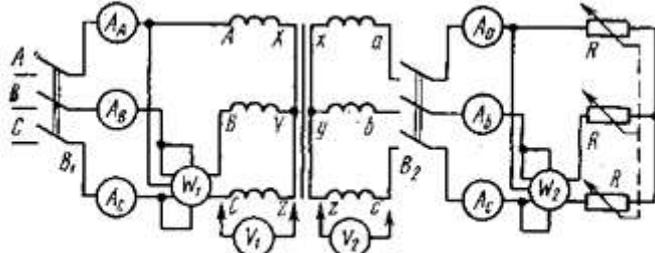

Рис. 45. Схема испытаний трехфазного трансформатора
2. Соединить фазные обмотки трансформатора по схеме Y / Y, собрать схему по рис. 45 и дать проверить ее преподавателю.
6. Собрать схему по рис. 45, включить автомат  $B_2$  и снять внешнюю характеристику трансформатора:  $U_2 = f(I_2)$